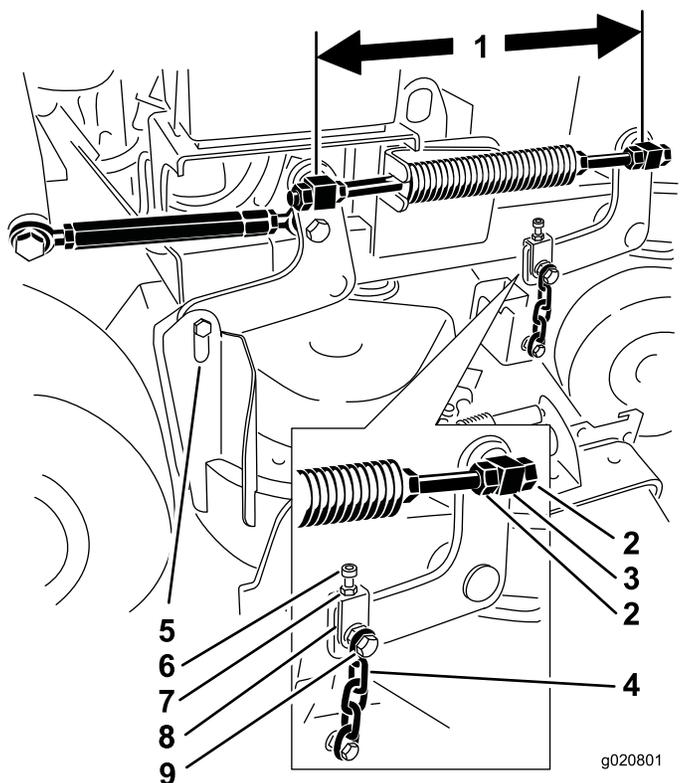

Figura 81
il centro delle parti girevoli (distanza da centro a centro) su ogni asta filettata (Figura 81).
2. Allentate i controdadi nella parte girevole anteriore (Figura 81).
4. Serrate i controdadi sulla parte girevole anteriore (Figura 81).
4. Allentate i controdadi sulla parte girevole anteriore destra e sinistra (Figura 81).
- Serrate i controdadi sulla parte girevole anteriore destra e sinistra (Figura 81).
- Allentate i controdadi sulla parte girevole anteriore sinistra (Figura 81).
- Serrate i controdadi sulla parte girevole anteriore sinistra (Figura 81).
- Allentate i bulloni superiori della catena (Figura 81).
- Allentate i controdadi su ciascuna forcella (Figura 81).
- Serrate i controdadi e i bulloni superiori della catena (Figura 81).